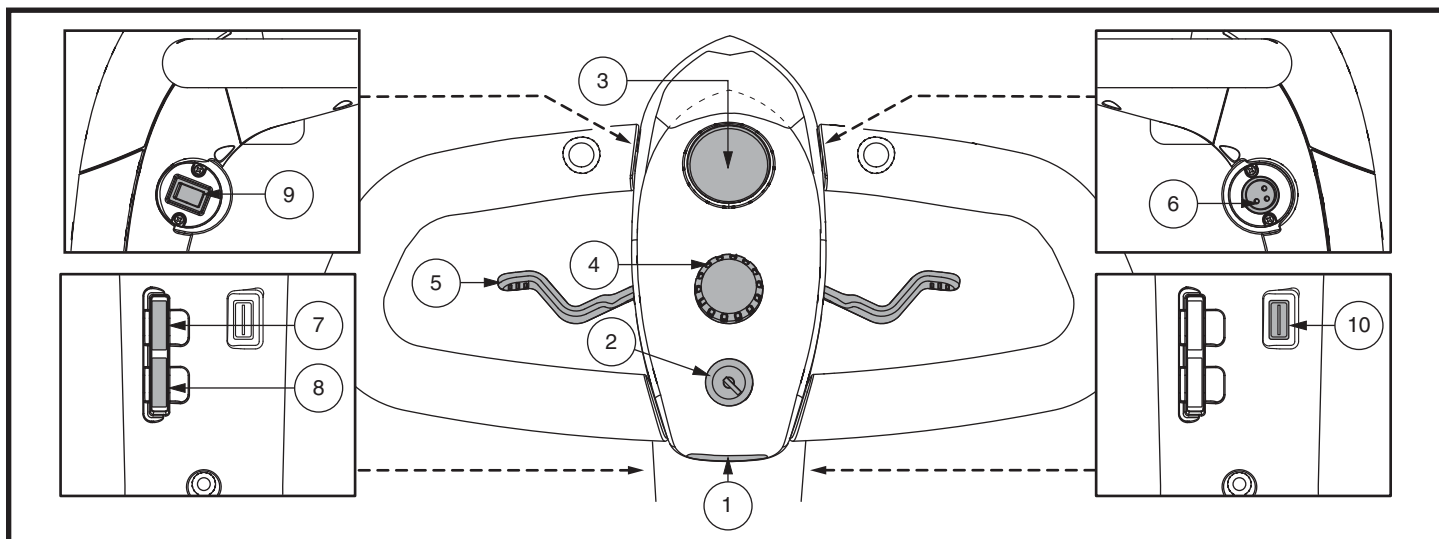

Figure 5. Tableau de bord E (Modèle Jazzy ZTS)
*Le réceptacle du cordon d'alimentation du chargeur (port de barre) fonctionne également comme un port de programmation dans les consoles de trame E et F (**voir les figures 5 et 6**).